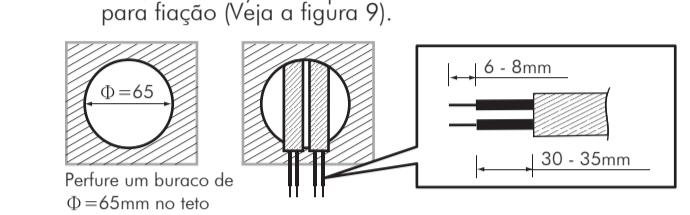

Figura 9
3.4.2.1 Para instalar o detector, por favor, perfure um buraco com diâmetro de 65mm no teto e mantenha o cabo elétrico para fiação. Por favor, descasque 6-8mm do revestimento do cabo para fiação (veja a figura 9).